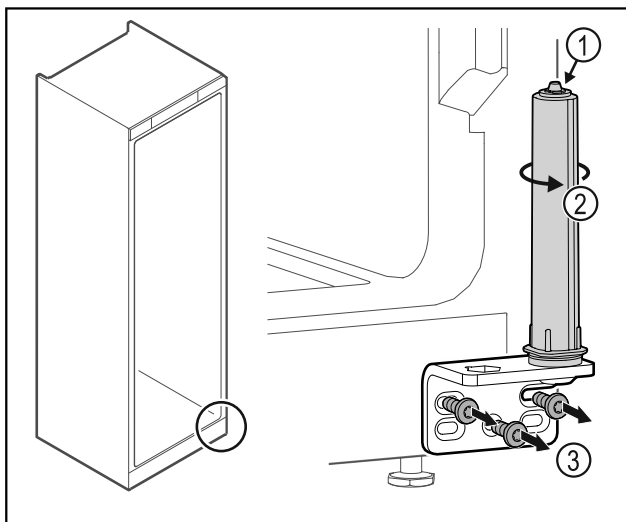

Fig. 28
- ▶ Neardykite durų uždarymo sistemos Fig. 28 (1).
- ▶ Sukite uždarymo sistemą Fig. 28 (2), kol ji užsifiksuos.
- ▶ Atsukite šarnyrinį kampuočių Fig. 28 (3).